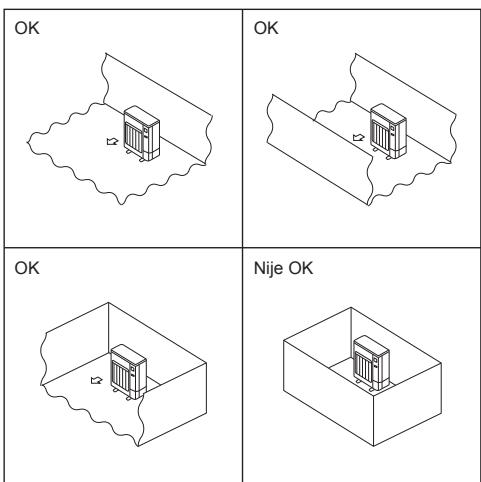

Fig. 2-2
- Postavite spoljne jedinice na mesto na kome je najmanje jedna od četiri stranice otvorena i na dovoljno velikom prostoru bez uvala. (Fig. 2-2)